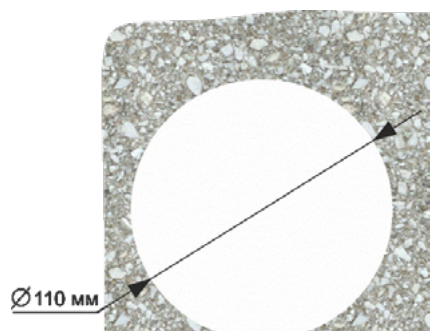

Рис.11
1. Коронкой по бетону диаметром 110 мм в стене просверлить отверстие (см. рис.11). Глубина готового отверстия в стене должна быть не менее 42 мм. Этой глубины достаточно для установки монтажной коробки.